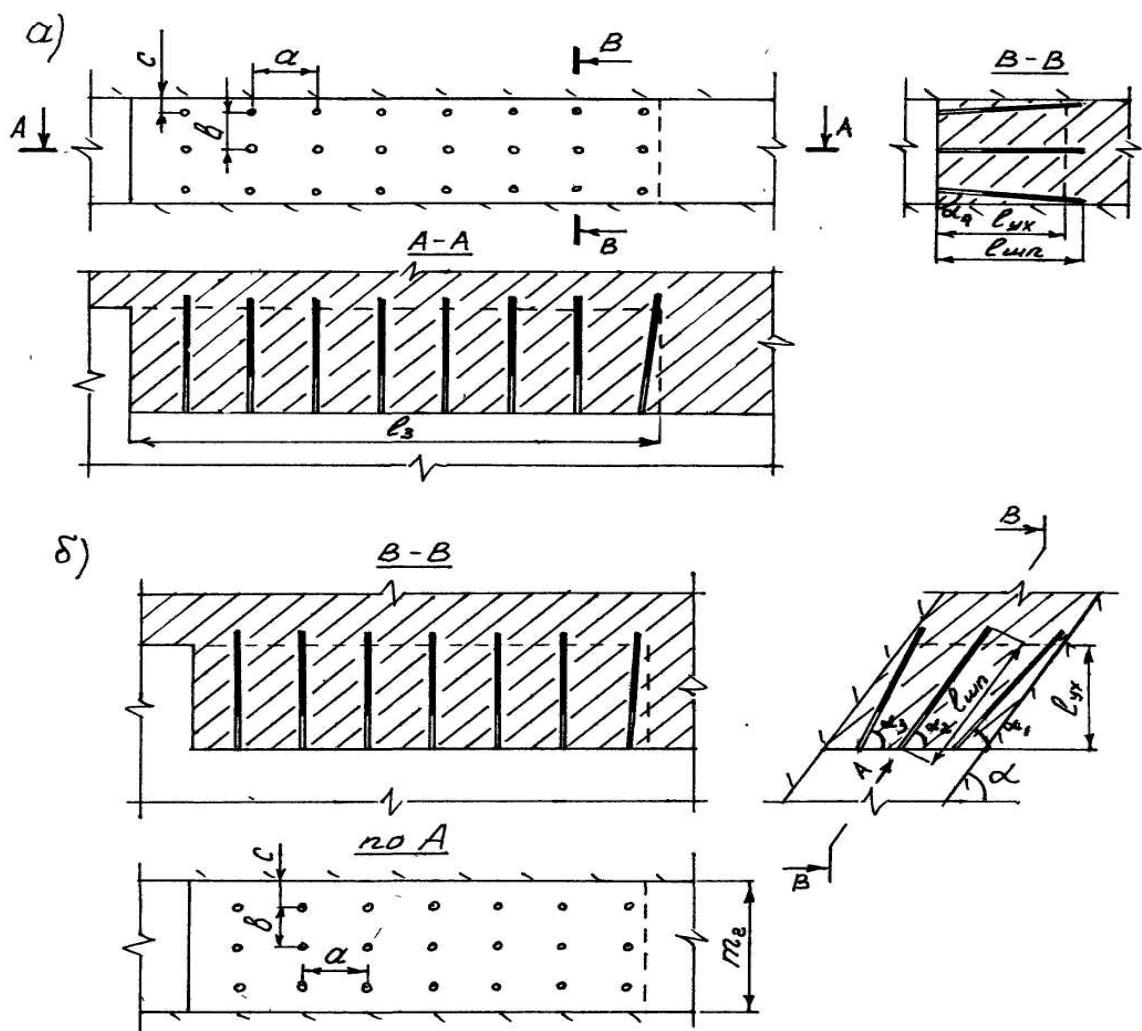

Рис.1.1. Схемы расположения шпуроў: *a*) при пологом залегании; *b*) при крутом
9. Графическое построение схемы расположения производится с учётом следующих положений (рис.1.1):